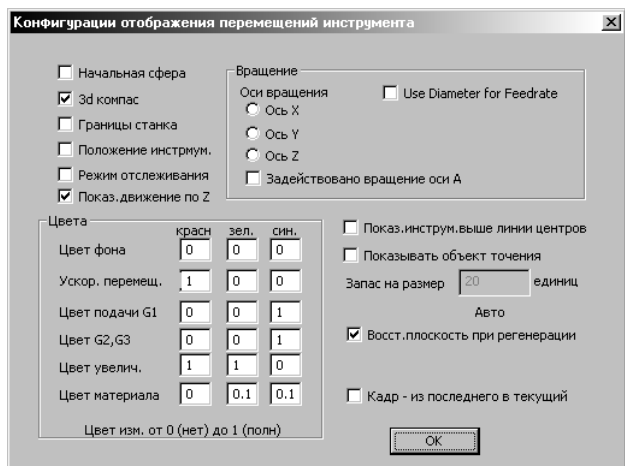

Рис. 33. Окно Маршруты.
9. Зайти в меню **Конфигурации – Маршруты** (Рис. 33). Установить параметры согласно рисунку.